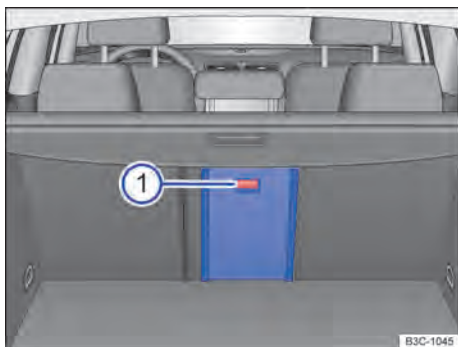

Fig. 115 No compartimento de bagagem: alavanca de destravamento com a marcação .
- Rebater a tampa do dispositivo para transporte de objetos longos para trás, até que ela se encaixe. A marcação vermelha no lado do compartimento de bagagem ⇒ Fig. 115 ① não pode estar visível.